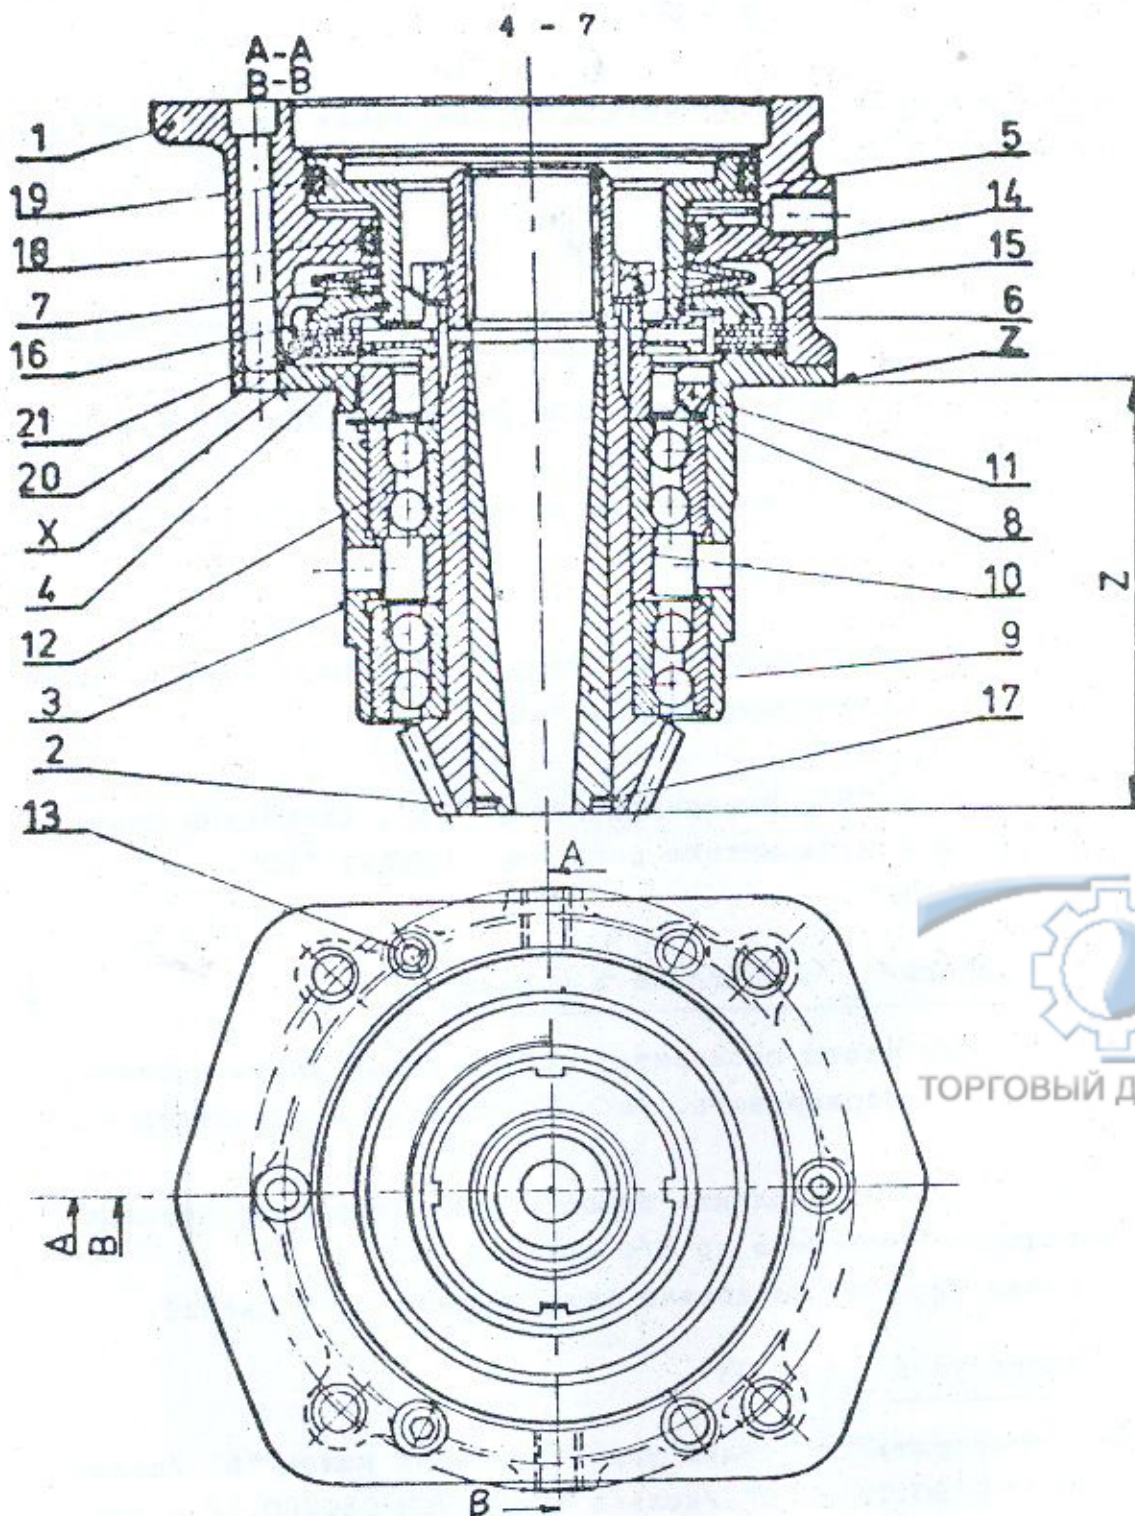

Рис.32 Входная шестерня с пластинчатым тормозом
Основу коробок передач представляет корпус коробки передач "1" /рис.30/ с вертикальной входной шестерней "36" /рис.31/ и парой горизонтальных выходных валов "2" /рис.30/. На входной шестерне, с которой пазами соединен гидродвигатель SMF-20, находится мокрая пластинчатая муфта /рис.32/. Шестерня зацепляется с тарельчатым колесом "14" рис.30, установленным на одном валу с цилиндрическим зубчатым колесом "7". Распределение крутящего момента на передний и задний входные валы "2" обеспечивается зубчатыми колесами "6", "7", "8", "9", которые посажены на шлицевых валах 3,4,5. Шлицевые валы расположены в корпусе "1" в подшипниках качения "10", одинакового исполнения для этих валов. Выходные валы "2" в корпусе коробки установлены в паре подшипников "11" рис.30. На фланцах выходного вала "2" напрессованы винты "22", на которые с помощью гаек "23" крепятся колеса погрузчика. Боковые коробки передач крепятся в раме "34" винтами "29", фиксируемыми шайбами "30" и "31".
Монтаж шестерни рис.32
Монтаж входной шестерни рис.32
- z - расстояние между опорной поверхностью корпуса шестерни и торцом шестерни, замеренное после сборки входной шестерни указываемое на фланце /см. рис.32/.